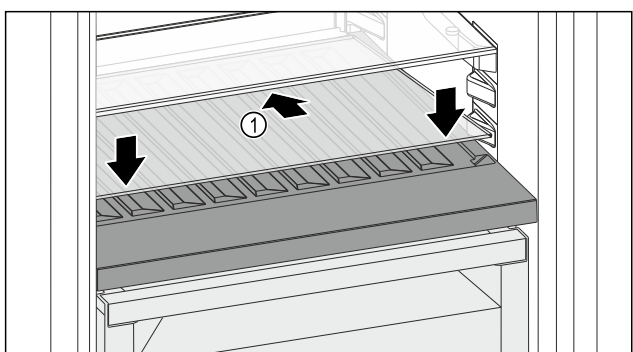

Fig. 111
- ▶ Coloque la placa de vidrio Fig. 111 (1) en ángulo e inclinada hacia atrás y hacia abajo.
- ▶ Levante la placa de vidrio Fig. 111 (1) por la parte delantera.